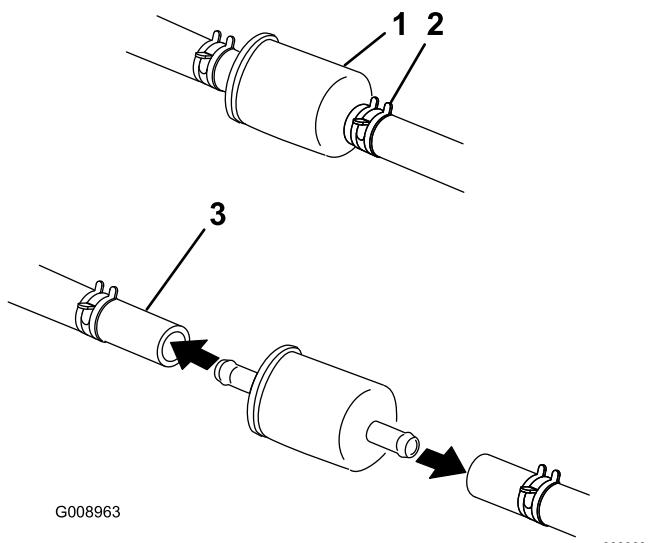

Bild 54
5. Drücken Sie die Enden der Schlauchklemmen zusammen und schieben Sie sie vom Filter weg (Bild 54).
| 7. Setzen Sie einen neuen Filter ein und schieben Sie die Schlauchklemmen an den Filter heran (Bild 54). | |